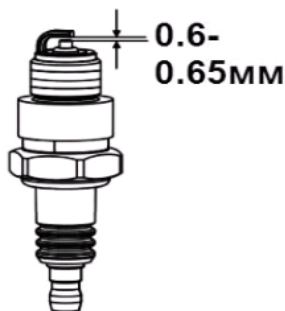

Рис. 15 Свеча зажигания
4. Измерьте зазор между электродами свечи зажигания специальным щупом. Зазор должен быть 0,6-0,65мм (Рис. 15). При увеличении или уменьшении требуемого зазора рекомендуется заменить свечу, так как регулировка зазора может привести к изменению качества искрообразования.